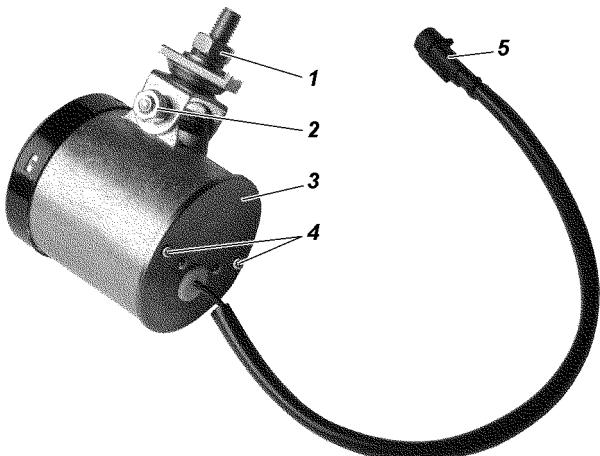
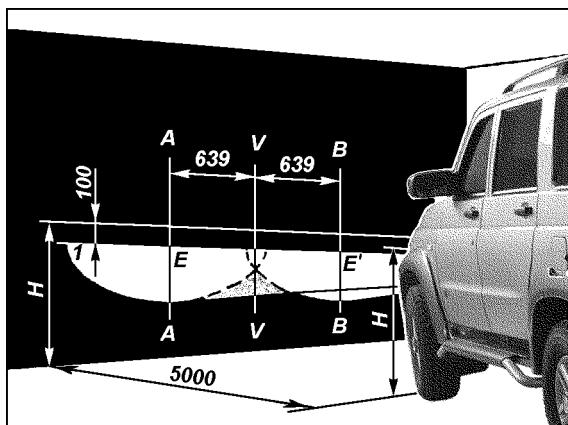

Рис. 14.11. Противотуманная фара:
Рис. 14.12. Разметка экрана для регулировки противотуманных фар:
**Регулировка фар.** Для регулировки противотуманных фар ослабьте гайки 1 и 2 (рис. 14.11) крепления фары и, поворачивая корпус фары в горизонтальной и вертикальной плоскостях, установите фару в положение, при котором светотеневая граница совпадает с линией 1 (рис. 14.12), и в этом положении затяните гайки.
**Замена лампы.** Для замены лампы противотуманной фары отсоедините от жгута колодку провода 5 (см. рис. 14.11), отверните винты 4 и снимите заднюю крышку фары.